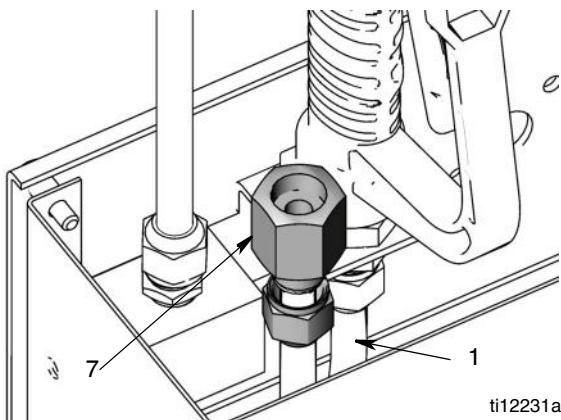

Рис. 24
- Отсоедините входной жидкостной патрубок (1) от входного жидкостного фитинга (7) (Рис. 24).